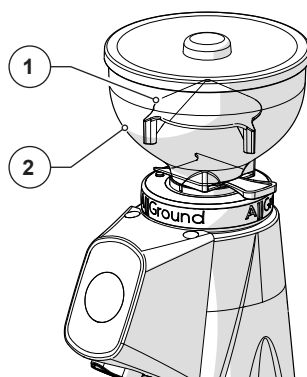

Abb. 3
- **Abdeckung / Eindringschutz am Kaffee-Einlauftrichter (Abb. 3)**